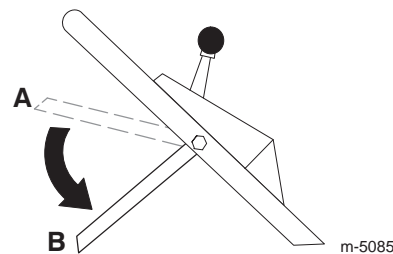

Figura 17
10. Rilasciate la stegola di comando della lama; vedere la posizione **B** nella Figura 17. Dovreste udire un "colpo". Dopo tre secondi la lama deve fermarsi.